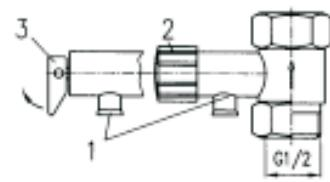

Рис. 4 Предохранительный клапан
- Проверьте работоспособность предохранительного клапана, повернув его рычаг налево Рис. 4. Из дренажного отверстия 1 должна потечь вода. После проверки верните рычаг клапана в прежнее положение.